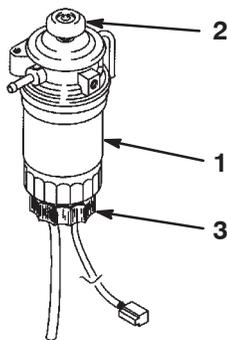

Bild 28
3. Öffnen Sie den Ablasshahn am Kraftstofffilter/Wasserabscheider um ungefähr eine Umdrehung und lassen angesammeltes Wasser ablaufen. Pumpen Sie das Wasser ggf. mit der Vorpumpe ab (Bild 28). Ziehen Sie anschließend die Verschlusschraube wieder fest.